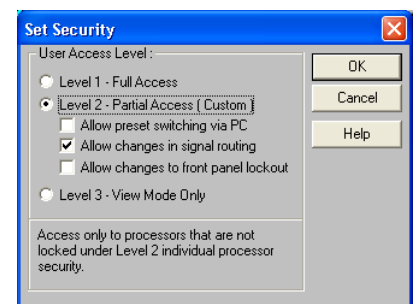

FIGURE 9-4 : Boîte de dialogue « Set Security Level »
4. La boîte de dialogue « Set Security Level » (Établir le niveau de sécurité) s'affiche, comme illustré à la figure 9-4.